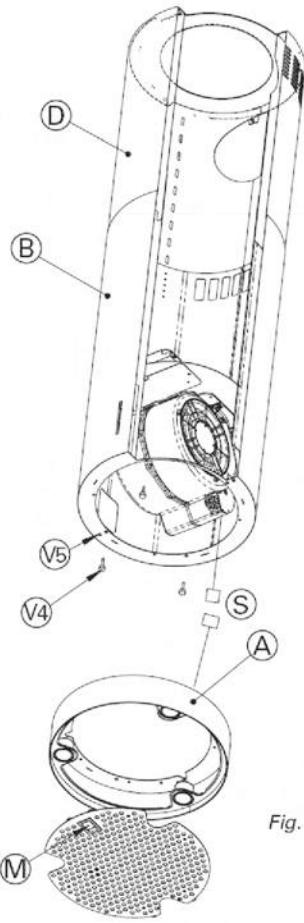

Fig. 3/Abb. 3
- 1) Remove the metal filter using the handle (M).
- 2) Disconnect the connector (S) of the halogen light cable.
- 5) Re-attach the lower ring assembly (A) to the chimney + extension assembly (B+D) using the 4 metric screws (V4).
- 6) Re-connect the halogen light cable connector (S).
- 7) Re-install the the metal filter using the handle (M) (Fig. 3).
- 1) Rimuovere la griglia del fondo (corpo A) agendo sulla maniglietta (M).
- 2) Disconnettere il connettore (S) del cavo dei faretti.
- 3) Rimuovere il corpo (A) dall'assieme camino-prolunga (B+D) svitando le 4 viti metriche M4 zigrinate (V4).
- 4) Svitare leggermente le viti metriche (V5) di centratura e di antirotazione presenti nella flangia inferiore del cono (B), quindi centrare le asole del vetro con le viti metriche.
- 5) Agganciare il corpo (A) all'assieme camino-prolunga (B+D) con le 4 viti metriche M4 zigrinate (V4).
- 6) Riconnettere il connettore (S).
- 7) Riagganciare la griglia del fondo agendo sulla maniglietta (M) (fig. 3).